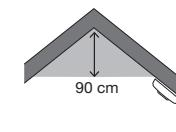

FIGUR 2. Bolig med flere etasjer
**Bolig med flere etasjer:** For å få et minimumsnivå av beskyttelse plasseres én alarm i trappehuset (ingangsnivå) og ytterligere én alarm over trappeavsesatsen i øverste etasje, samt én alarm i taket i kjelleren ved foten av trappen. Dette dekker kjelleren, men ikke krypkjeller og uinntredede loftsrrom. Se eksempel i figur 2.